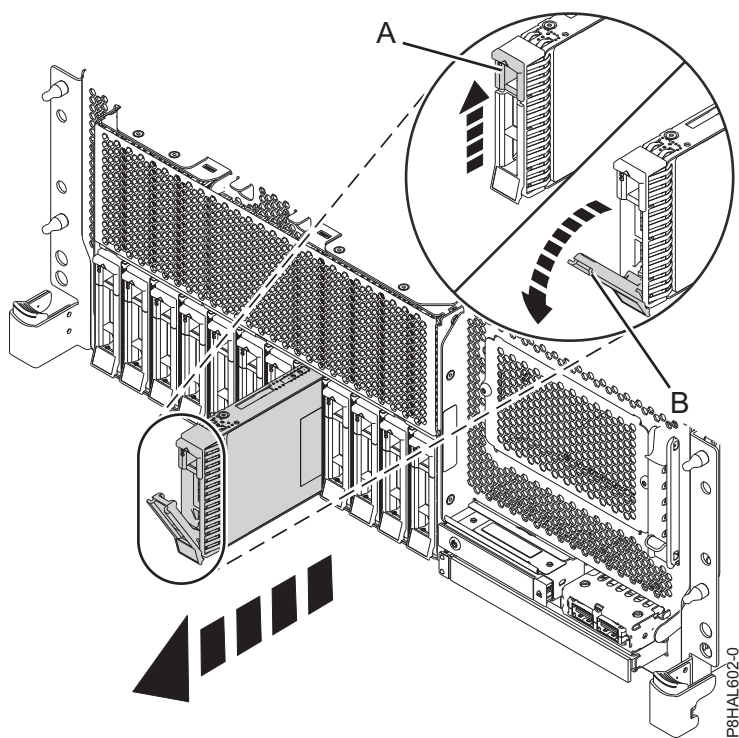

Figura 73. Remover uma unidade de disco de um sistema de função base montado em bastidor
3. Quando o LED de identificação fica aceso, desbloqueie a pega do compartimento de unidade (**B**) premindo o trinco da pega (**A**) e puxando-a para fora, como é mostrado na Figura 73 na página 84, Figura 74 na página 84, Figura 75 na página 85 e Figura 76 na página 86. Se a pega não estiver completamente fora, a unidade de disco de segunda geração não poderá deslizar para fora do sistema.